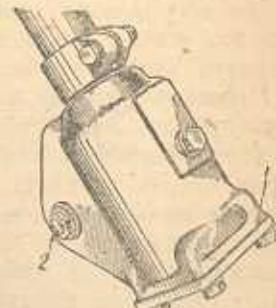

Рис. 39. Регулировка осевого люфта вала рулевой сошки:
доступ к прокладкам (рис. 39). Эти прокладки имеют толщину 0,25 мм, 0,12 мм и 0,08 мм.
2. Устрани продольный разбег вала рулевой сошки, затягивая регулировочный винт 2 (рис. 39) до его соприкосновения с валом, после этого затянни контргайку.